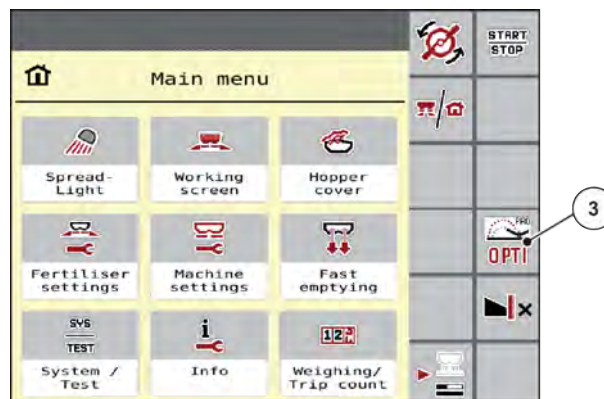

Fig. 15: OptiPoint aktiveret i hovedmenuen
- Tryk på funktionstasten „OPTI“ for at aktivere foragertilstand. Kan også aktiveres i hovedmenuen, se *Fig. 15 OptiPoint aktiveret i hovedmenuen*.